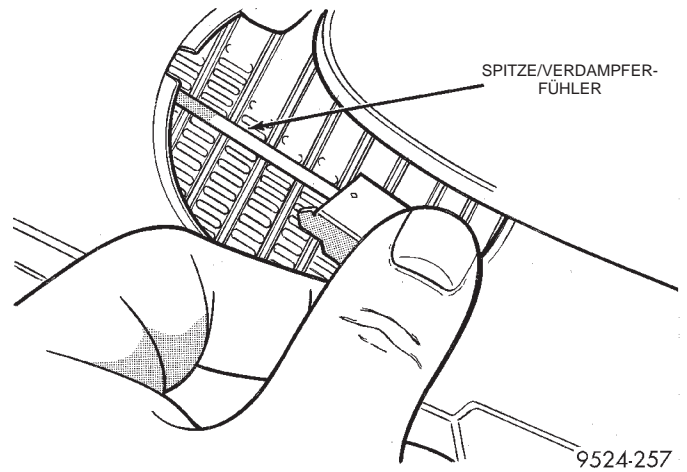

Abb. 85 Spitze des Verdampferfühlers
(15) Abdeckung des Verdampferfühlers abnehmen. Spitze des Verdampferfühlers aus den Verdampferrippen herausziehen (Abb. 85).